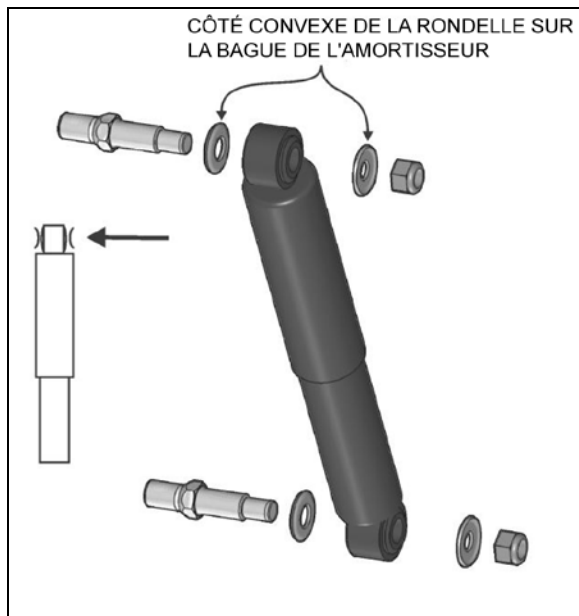

FIGURE 4: AMORTISSEUR
1. Enlever les écrous et rondelles des amortisseurs sur les goupilles de montage supérieure et inférieure. Veillez à identifier les rondelles intérieure et extérieure en vue de la repose. Se reporter à Figure 4 pour les détails.